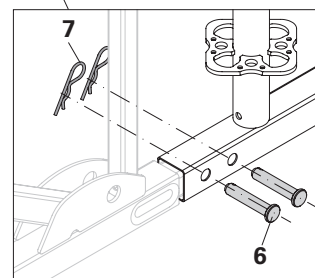

Fig. A1.03a
2. Inserire i bulloni (**6**) (dall'esterno verso l'interno) attraverso i fori del corrente inferiore e fissarli con gli inserti a molla (**7**) - 2x. (Fig. A1.03a)